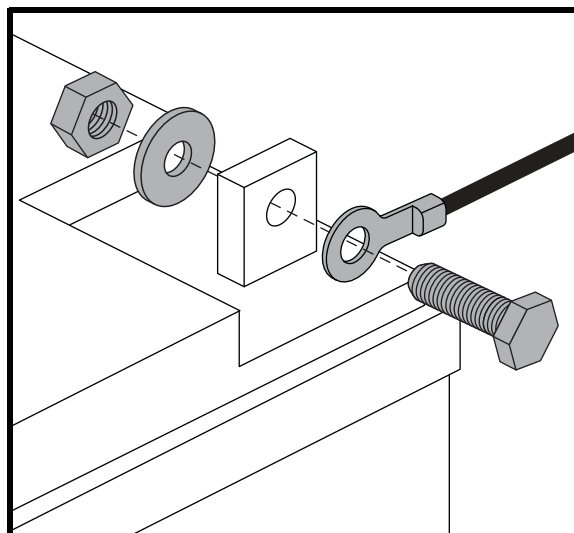

Figura 15. Bulloneria terminale batteria
- 4. Scollegare i cavi delle batterie dai terminali portando indietro gli involucri dei terminali e svitando il dado dal bullone. **Vedere figura 15.**